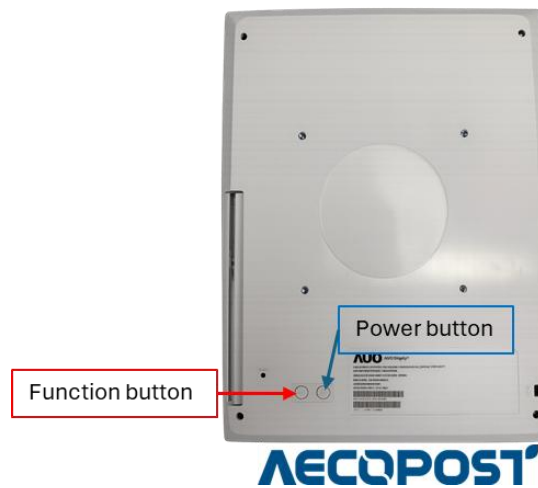

Figure 3-2: 버튼 기능 설명
2. Function 키를 3 초간 길게 눌러 Bluetooth 페어링 모드로 진입하십시오. (Figure 3-2)